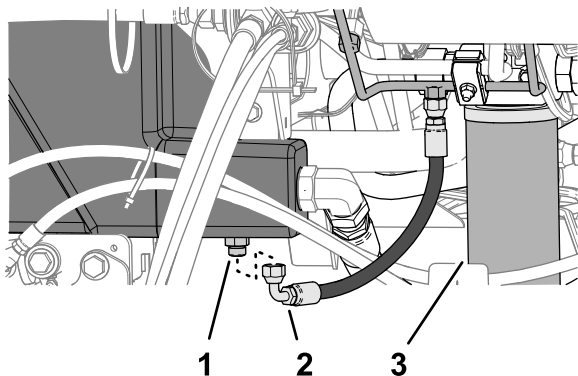

Figura 151
2. Aezai o tavă de golire de mari dimensiuni sub fittingul drept (Figura 151) al rezervorului de ulei hidraulic; consultați Capacitatea uleiului hidraulic \(Pagină 80\).